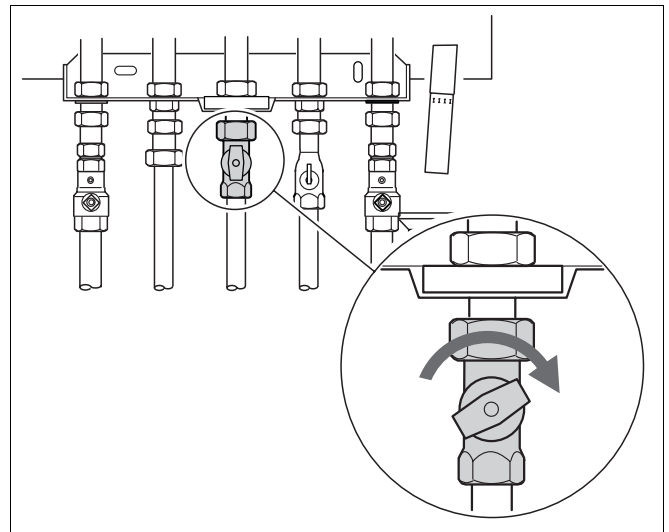

Abb. 23 Gasabsperrhahn schließen
- Gasabsperrhahn (Abb. 23) schließen.